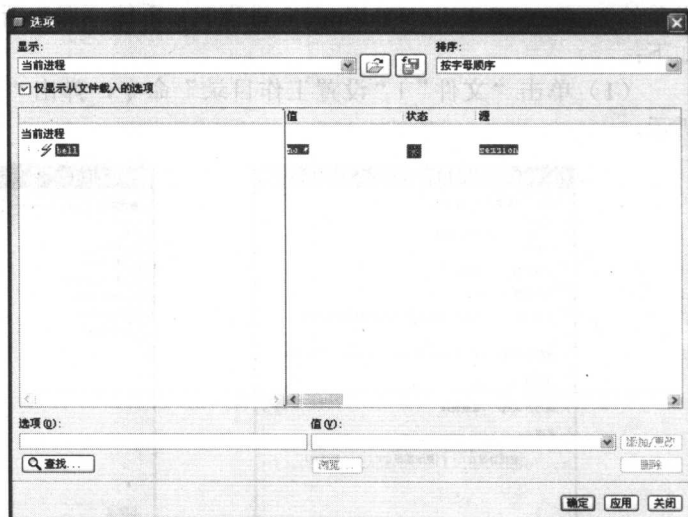

图 1-3 添加 bell 后的效果
(3) 关闭“查找选项”对话框，在“选项”对话框中可以看到所做的改动，如图 1-3 所示。